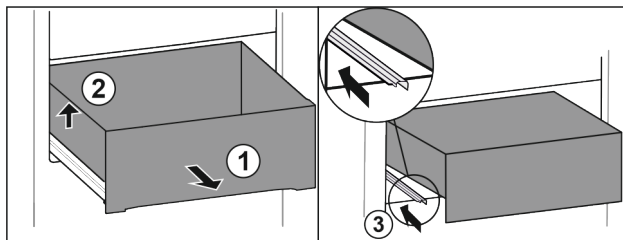

Fig. 19
- ▶ Vytiahnite zásuvku až na doraz. Fig. 19 (1)
- ▶ Nadvihnite zásuvku doľava. Fig. 19 (2)
- ▶ Zasuňte ľavú koľajničku. Fig. 19 (3)